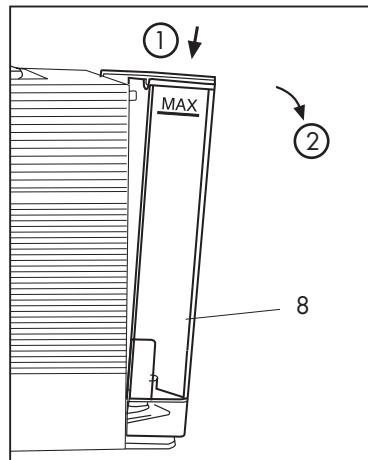

Abb. 1
- Um den Behälter (8) heraus zu nehmen, diesen nach unten drücken und gleichzeitig nach außen drehen. (**Abb. 1**)